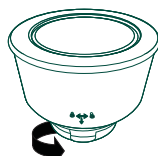

Figure 1
2. Retirez la trémie des grains en tournant dans le sens antihoraire pour la déverrouiller de la machine figure 1).
7. Réglez le réglage de la mouture à « Fine » (0), puis mettez la machine en marche en appuyant sur le bouton d'alimentation.